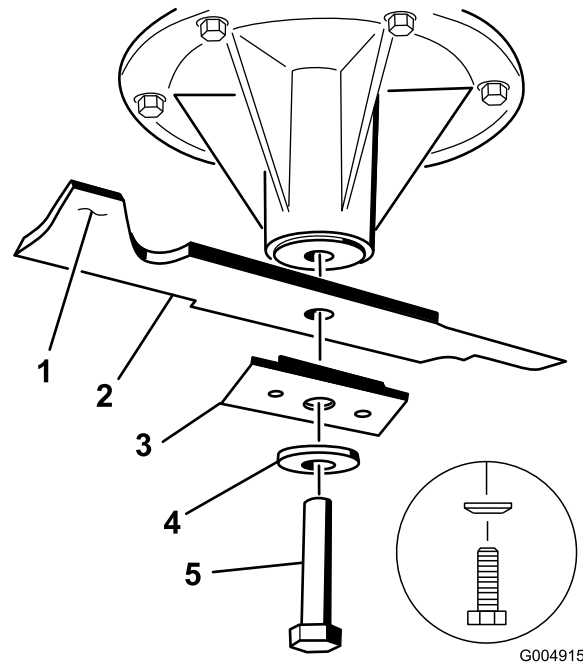
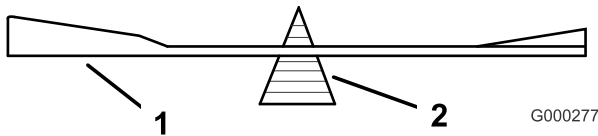

Bild 53
Bild 55
2. Entfernen Sie die Messerschraube, Wellenscheibe, Messerverstärkung und das Messer von der Spindelwelle (Bild 53).
2. Überprüfen Sie die Auswuchtung des Schnittmessers auf einer Ausgleichsmaschine (Bild 55). Wenn das Schnittmesser in seiner horizontalen Position bleibt, ist es ausgewuchtet und kann wieder verwendet werden. Feilen Sie, wenn das Schnittmesser nicht ausgewuchtet ist, vom Flügelbereich des Messers etwas Metall ab (Bild 53). Wiederholen Sie diesen Vorgang, bis das Messer ausgewuchtet ist.
Wichtig: Der Windflügel des Schnittmessers muss nach oben zeigen, um einen guten Schnitt sicherzustellen (Bild 53).
1. Bringen Sie das Schnittmesser, die Verstärkung, die Wellenscheibe und die Messerschraube an der Spindel an (Bild 53).